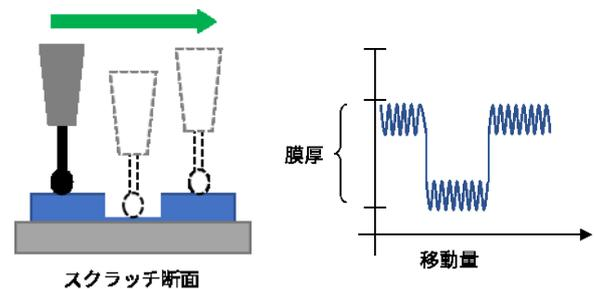

Fig. 2 Thickness measurement with a stylus profilometer.
- ② スクラッチした箇所を横断するように段差計の針を動かして測定 (Fig. 2)